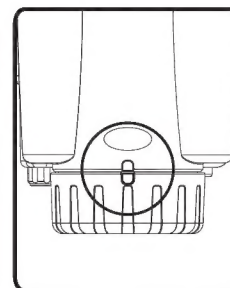

図5
5. バッテリーキャップを完全に閉めた後、キャップを反時計回りに少し戻し、本体上面とキャップにある目印を合わせます。(図5)